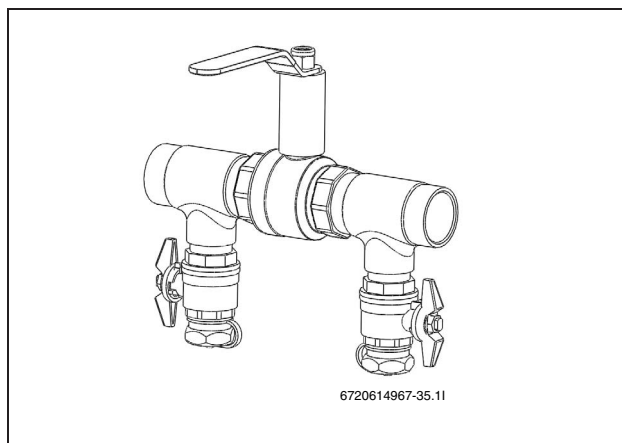

Bild 14 Påfyllnadssats i påfyllningsläge
- ▶ Vrid ventilerna på påfyllnadssatsen så att de står i påfyllningsläge (→ Bild 14).